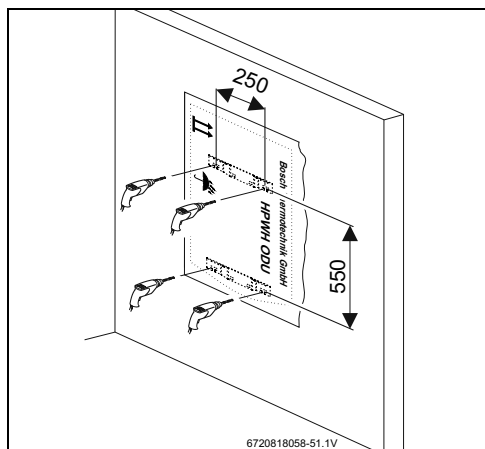

Fig. 14 Montage sur des murs robustes (190 l)
- Déterminer la position des vis du support mural conformément aux dimensions indiquées dans la figure 14.